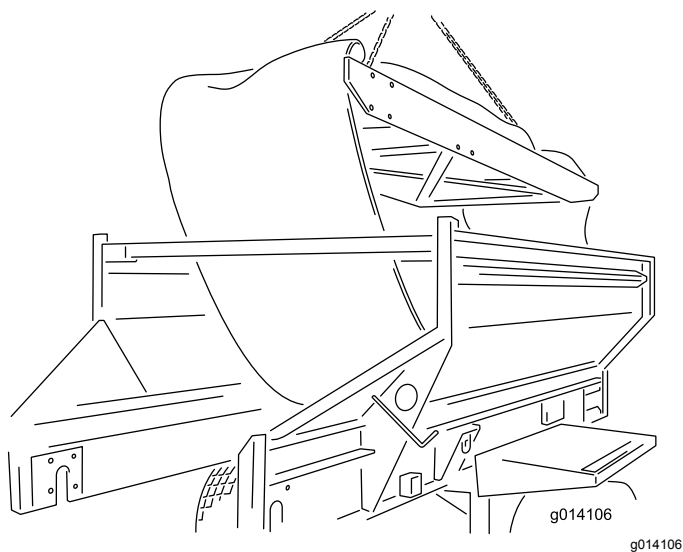

Figura 60
24. Retire o cartucho elevando-o do topo da máquina. Coloque-o no solo (Figura 60).